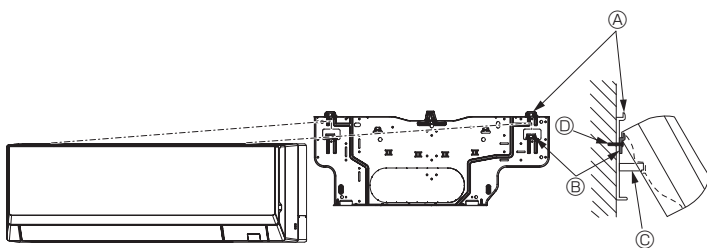

Fig. 3-22
- Si l'appareil intérieur ne peut être suspendu et soulevé à l'aide du crochet classique (la dimension de 2.1. ② (espacement entre le plafond et l'appareil) est de 75 mm ou moins), suspendez l'appareil sur le crochet inférieur du tuyau gauche. (Fig. 3-22)
(Fig. 3-22)